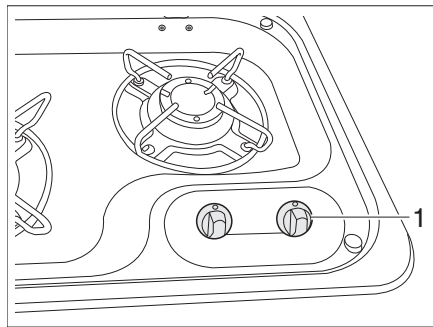

Bild 96 Bedienelemente für Gaskocher
- Drehregler (Bild 96,1) der gewünschten Brennstelle auf Zündposition (große Flamme) drehen.
- Drehregler (Bild 96,1) auf 0-Stellung drehen. Die Flamme erlischt.